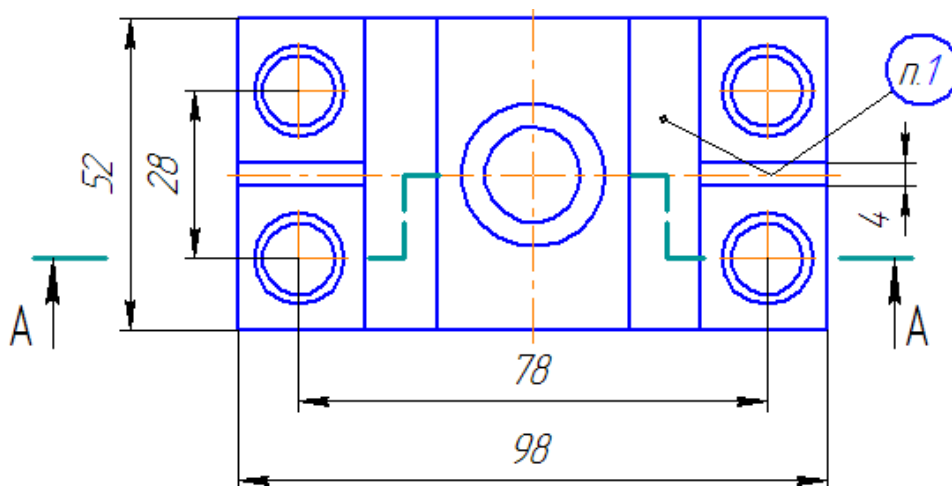

Рисунок 77.
- Нажмите кнопку Создать объект и прекратите выполнение команды (рис. 77).